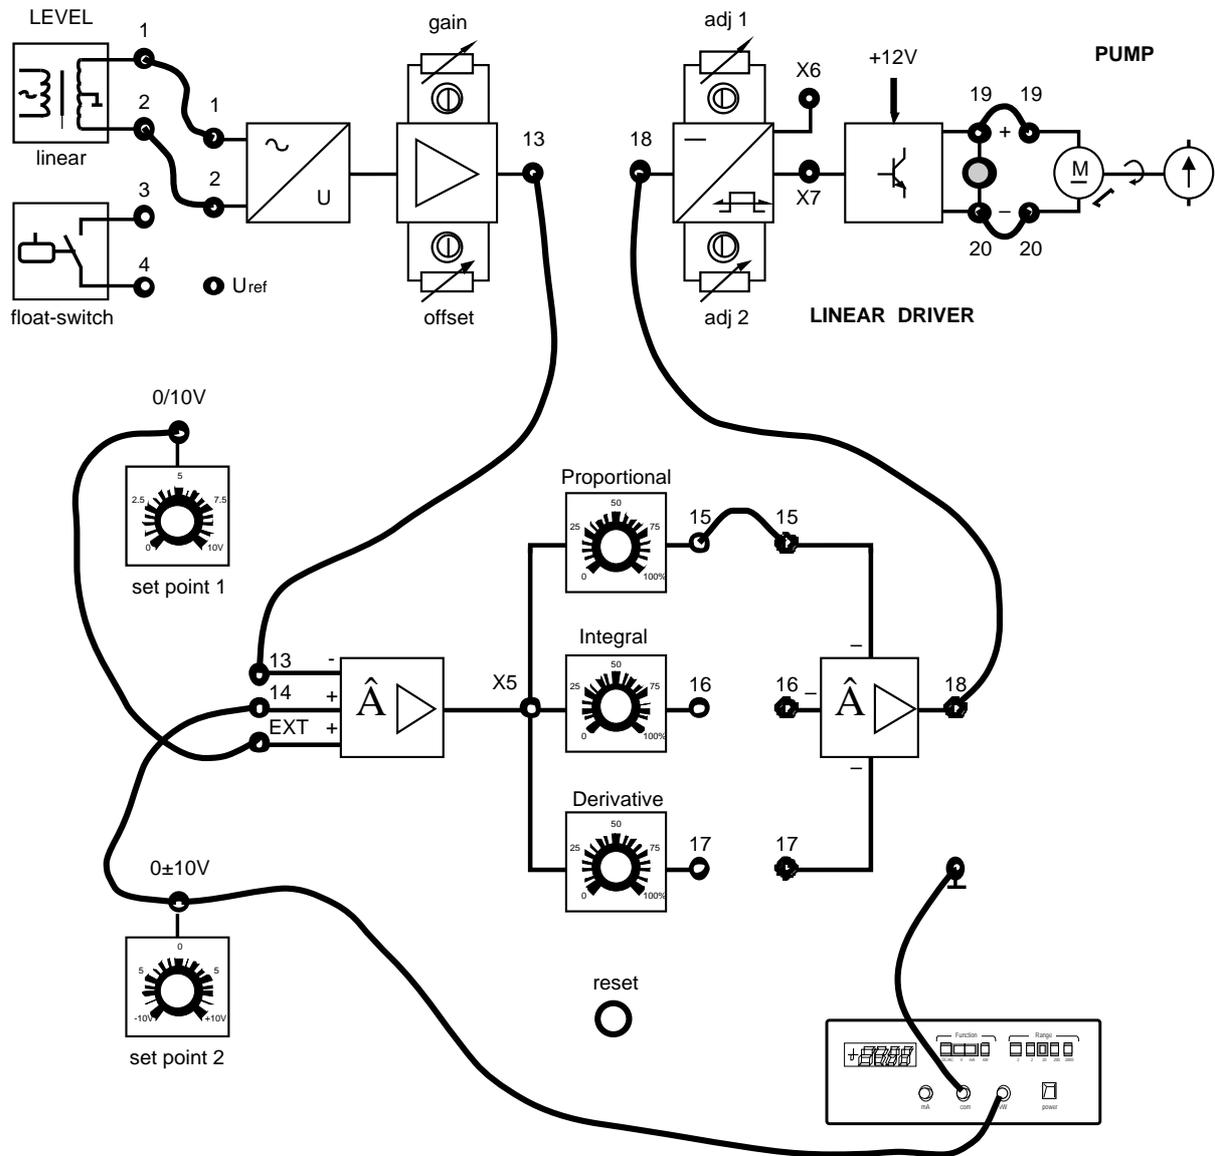

Fig. 9.1
Conocidos los prerrequisitos, entrega a los alumnos la Ficha 9.1 que representa el cableado del control (fig. 9.1) y prepara el panel de simulación del proceso de la siguiente manera:
- 1) Conectar, mediante los cables, el casquillo 19 del LINEAR DRIVER al casquillo 19 y el casquillo 20 al 20 (ficha 9.1 fig. 9.1).
- 2) Conectar el casquillo del SET POINT 1 al casquillo 18 del LINEAR DRIVER (ficha 9.1 fig. 9.1)
- 4) Apretar el interruptor general (ON).
- 9) Conectar el casquillo 1 del Sensor de Nivel al casquillo 1 de la respectiva interface y el casquillo 2 al casquillo 2 (ficha 9.1 fig. 9.1).
- 10) Conectar el casquillo del SET POINT 2 al casquillo 14 del regulador PID y el casquillo 13 del interface de nivel al casquillo 13 del regulador PID (ficha 9.1 fig. 9.1).